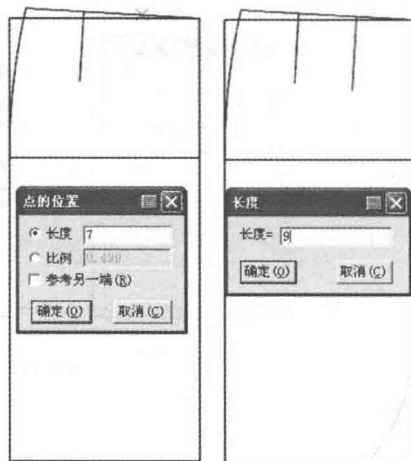

图6-25 画前片腰省线
②选择 【智能笔】工具按着【Shift】键，进入【三角板】功能。左键点击前腰围基础线侧缝端点拖到前中端点；在7cm处确定第二个省长9cm（图6-25）。